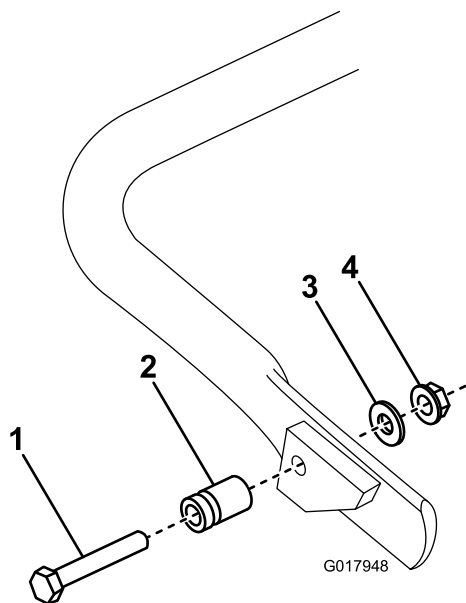

図 5
1. キックスタンドの右側に図 5、スプリングスタッドを接続する付属部品の中にあるボルト、ワッシャ、フランジヘッドナットを使用する。